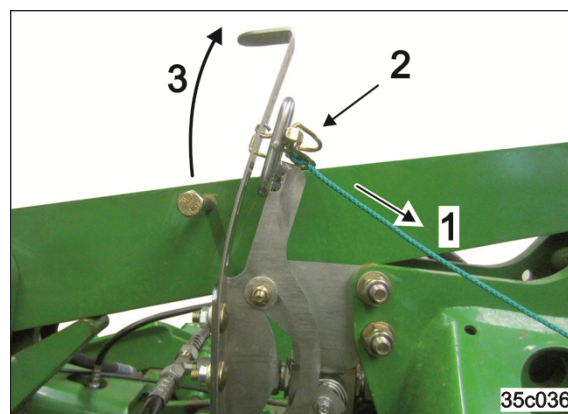

Bild 141
1. Manövrera den vita draglinan och dra linöglan genom kulissen (Bild 141/1).
2. Lås linöglan med fjädersprinten (Bild 141/2).
3. Manöverhaken är fixerad i främre läge och manöverskruven hakar inte tag i den (Bild 141/3).